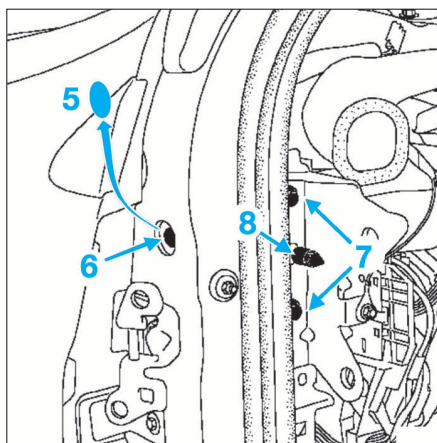

FIG. 60
- l'obturateur (5) (Fig.60),
- la vis (6) de fixation latérale,
- les vis (7) de fixation.